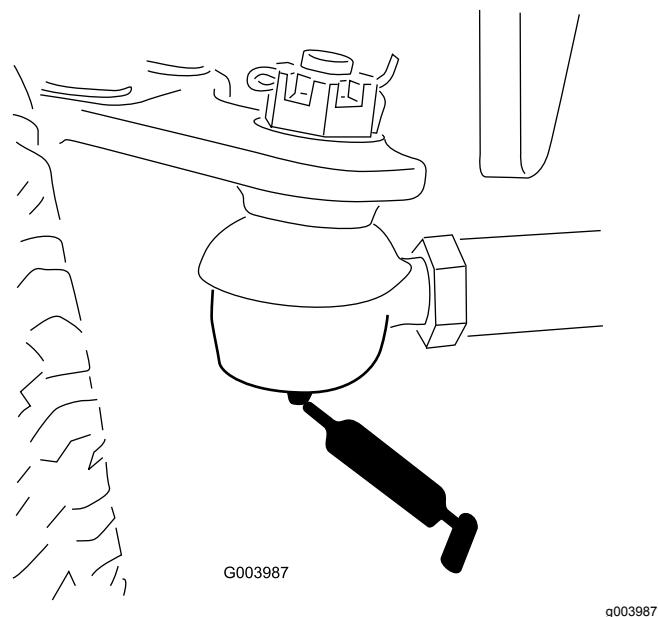

Figure 65
- Bielle d'essieu arrière (2) (Figure 65).